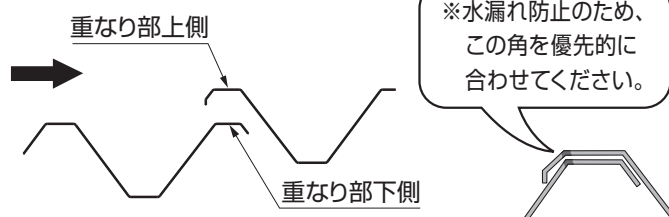

図4-6 折板重なり部詳細図
- 折板の重なり部分は形状が合うように向きに注意し、片側から順に敷き詰めてください。(図4-6参照)
- ③ 側枠をタイトフレームに取付け、折板固定用笠ワッシャーとルーフボルトキャップで固定してください。